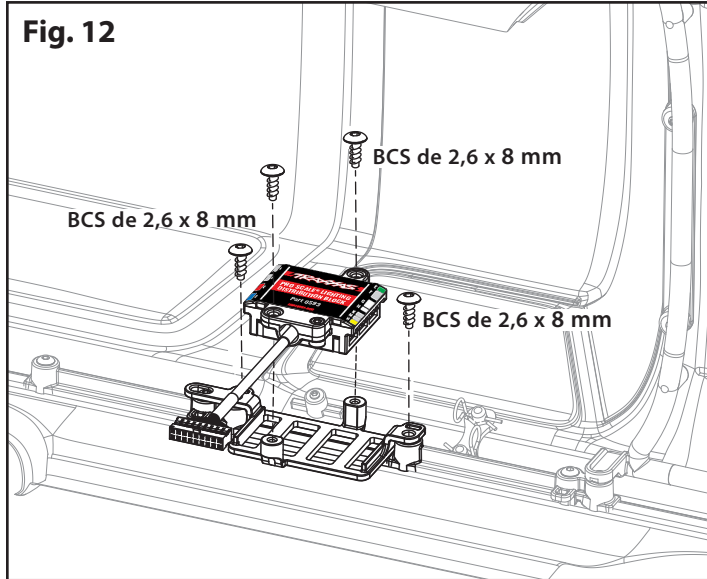

Fig. 12
3. Remove the 2.6x8mm button-head screws (2) from the side trim retainer. Install the distribution block mount and secure with the 2.6x8 mm button-head screws (2) as shown in Fig. 12.
4. Utilisez les vis à tête ronde 2,6 x 8 mm fournies pour fixer le répartiteur sur le support (Fig. 12).